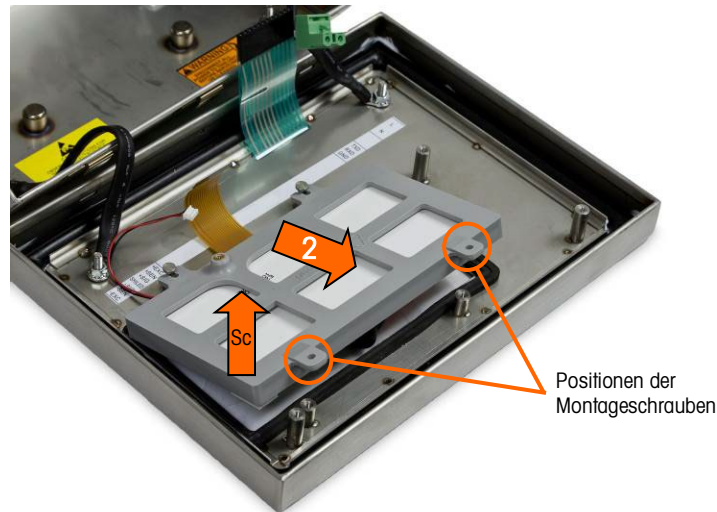

Abbildung 5-21: Montageschrauben des Display-Moduls
1. Schrauben Sie die zwei Schrauben, mit denen das Display-Modul am Gehäuse befestigt ist, ab. Die Schraubenpositionen sind in Abbildung 5-21 dargestellt.
3. Platzieren Sie das LCD-Display-Modul mit dem Display und Hinterleuchtungskabelbaum wie in Abbildung 5-21 dargestellt in die Display-Halterung.
6. Schrauben Sie die zwei Schrauben, mit denen das Display-Modul am Gehäuse befestigt ist, ein. Die Schrauben sind in Abbildung 5-21 dargestellt.